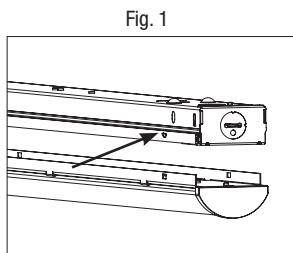

Fig. 1
3. Retirez le couvercle à profilé en U à DEL du boîtier principal en pressant sous les languettes de verrouillage gaufrées puis soulevez le couvercle à profilé en U. Répétez l'opération pour les 6 emplacements de languettes de verrouillage (Fig. 1). Déposez le couvercle à profilé en U dans un endroit sûr.